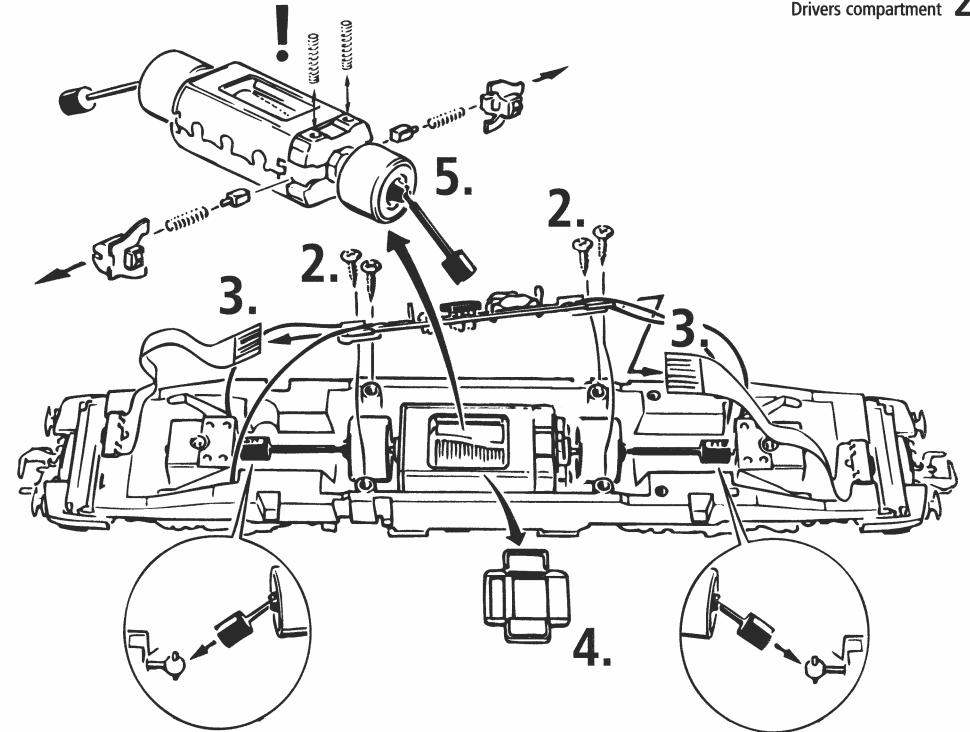

Fig. 10
**Ausführung für Wechselstrom:** siehe Fig. 10
**A.C. operación:** ver fig. 10
**A. C. operation:** see fig. 10